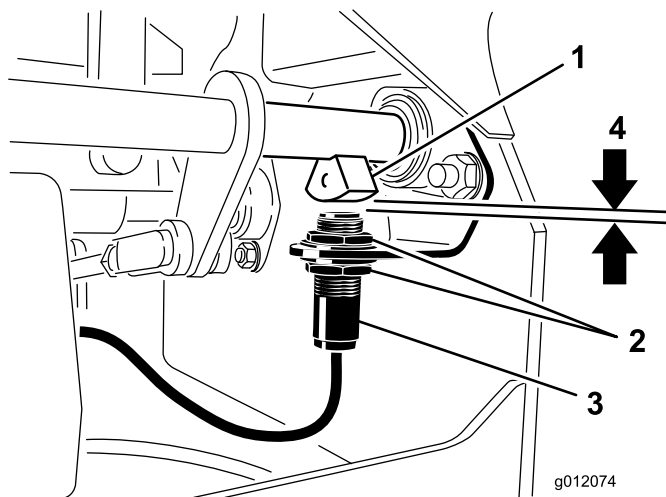

Figure 67
4. Montez ou descendez le contacteur sur le support jusqu'à ce qu'une distance de 3,9 mm (5/32") sépare le capteur d'arbre de frein et le plongeur du contacteur (Figure 67).